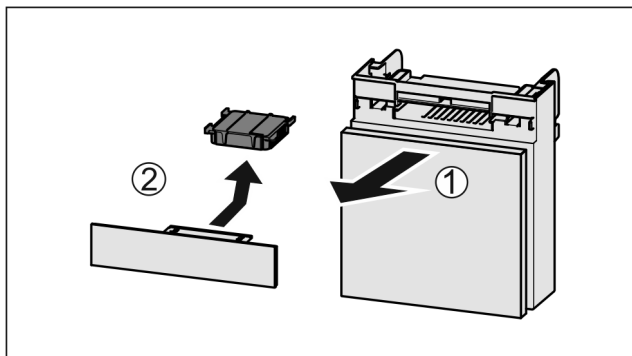

Fig. 50
- ▶ Extrageți Fig. 50 (1) compartimentul către în față.
- ▶ Scoateți Fig. 50 (2) filtrul de cărbune activ.